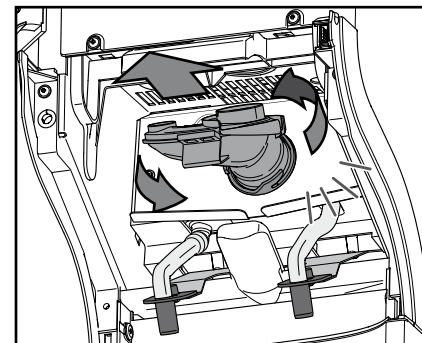

图 28
- 按逆时针方向转动混合筒，将其松解并连同密封圈一起取出。（图 28）